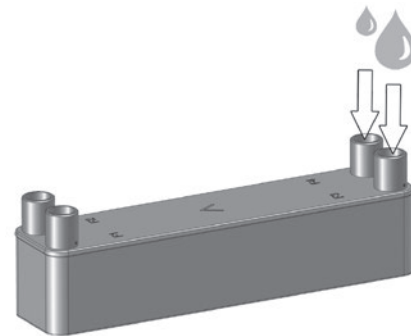

Abb. 5.8: Wärmeübertrager mit Entkalkungsmittel befüllen
9. Beide Seiten des Wärmeübertragers mit Entkalkungsmittel befüllen (Abb. 5.8).